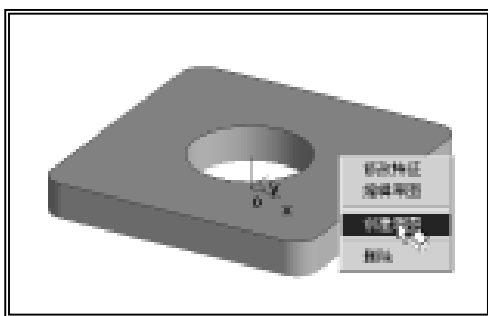

图 0-10 选择草图绘制平面
(1) 单击  键, 将视角切换为轴侧视向, 移动光标至底板底座顶面, 待光标提示变为  时, 单击鼠标左键拾取, 点击鼠标右键, 选择“创建草图”, 如图 0-10 所示。